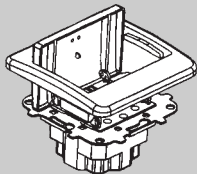
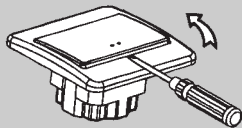
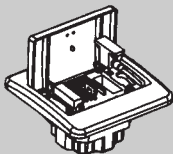

Fig. 4
Fig. 5
Fig. 6
- 3º Montar el aparato sobre la caja de empotrar y posteriormente colocar la placa. **Esta última operación en el regulador de ref. 2360-XX, debe realizarse con la tecla levantada (fig. 4).**
- 4º Para cambiar el fusible levantar la tecla, accionando ligeramente en el borde de la misma (fig. 5), y extraer el portafusibles (fig. 6).
- 5º **Para desmontar el aparato en el caso de la ref. 2360-XX, levantar la tecla (fig. 5) y posteriormente extraer la placa (fig. 4).**